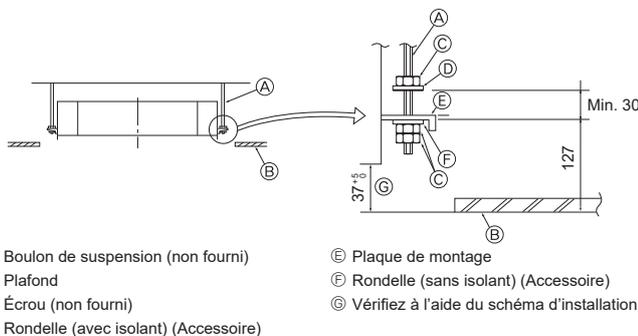

Fig. 3-5
- ① Structures en bois
- ② Structures en béton armé
3.5. Méthodes de suspension de l'appareil (Fig. 3-5)